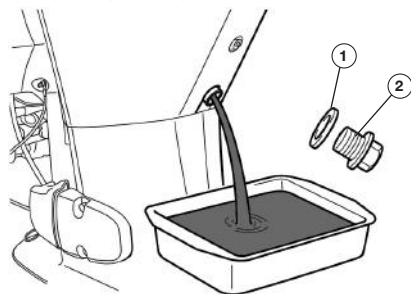

Рис. 49 Слив моторного масла
4. Открутите пробку для слива масла, затем открутите крышку маслосаливной горловины и дайте маслу полностью стечь (Рис. 49).